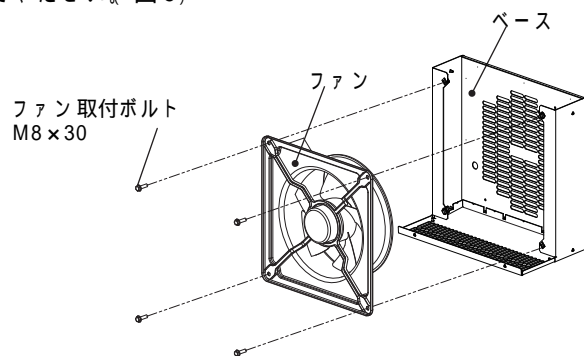

図5
2. ファン取付ボルト M8×30 4カ所)を取り外し、ファンを取り外してください。(図5)